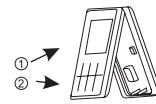

Рис. 4
7. Закрепите переднюю панель пульта на задней крышки пульта (рис. 4). Для этого: